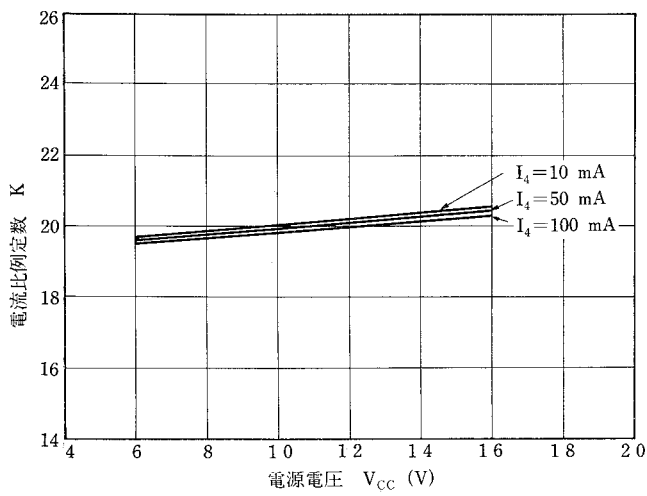

図6 $K-V_{CC}$ 特性
- c) 電流比例定数 —— 電源電圧特性 …………… 図6